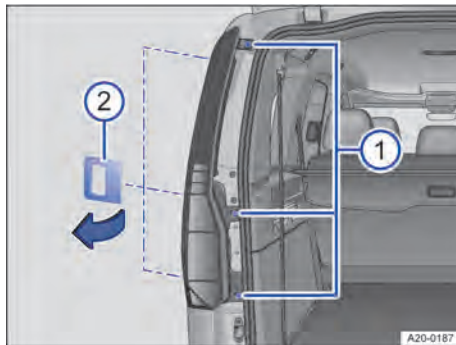

Abb. 174 Seitlich hinten links am Fahrzeug: Rückleuchte ausbauen.
- ① Befestigungsschraube.
- ② Hilfswerkzeug.
1. Drei Befestigungsschrauben mit einem Schraubendreher lösen → Abb. 174 ①. Gegebenenfalls passende Wechselklinge einsetzen.
2. Rückleuchte mit dem Hilfswerkzeug → Abb. 174 ② von oben nach unten aus der Halterung heraushebeln.
5. Rückleuchte in die Öffnung der Karosserie einsetzen und vorsichtig in die Halterung drücken → Abb. 174.
6. Die Befestigungsschrauben festdrehen → Abb. 174 ①.